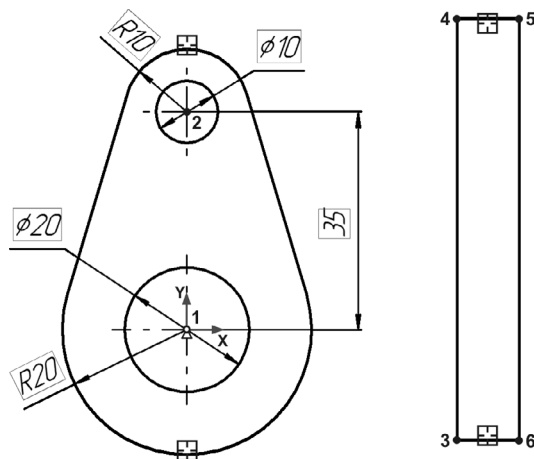

Рис. 66.29.
- ▼ нижнюю дугу и отрезок (рис. 66.29).